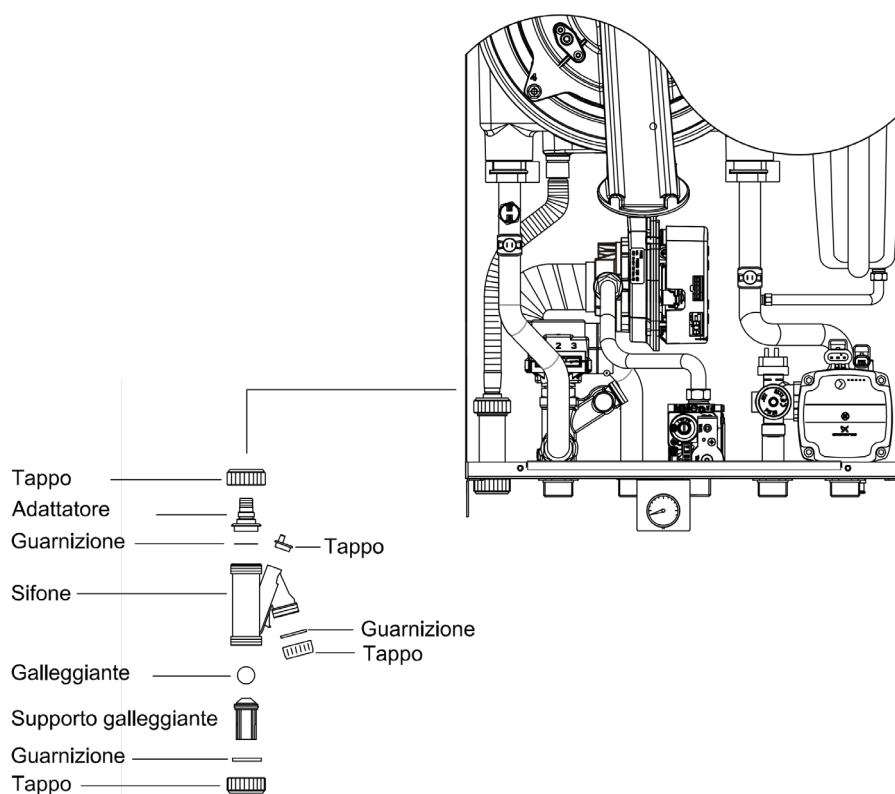

Fig.36
7.16 - Pulizia e sostituzione raccogli condensa (Fig. 36)